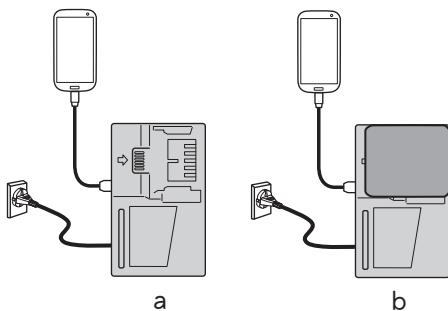

图 19
- 将 USB 设备插入插座进行充电 (图 19-a)。
- 将 USB 设备和电池插入插座进行充电。(图 19-b)